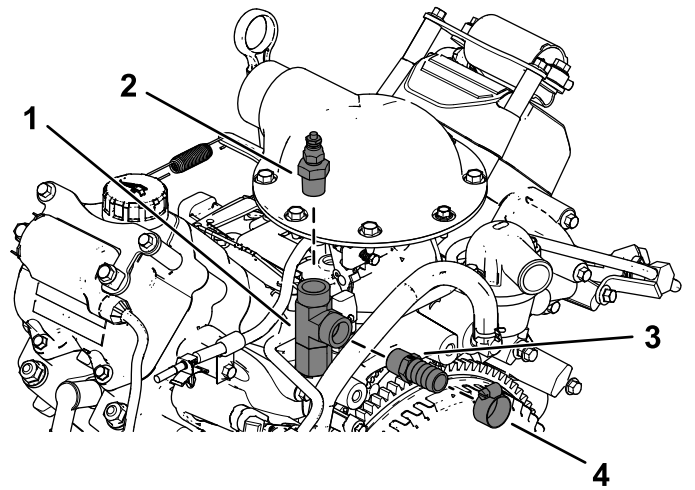

Figura 9
3. Instale el interruptor de temperatura y la manguera (3/8") y el acoplamiento del adaptador (5/8") con abrazaderas, tal y como se muestra en la Figura 9.